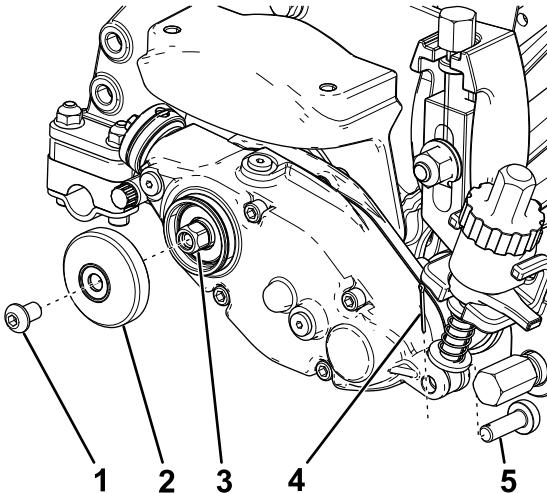

Figura 2
- Retire la chaveta y los pasadores de regulador de la varilla del conjunto del brazo del regulador (Figura 2).
- Retire el tornillo allen y la cubierta exterior de la caja de transmisión del groomer (Figura 2).
- Utilizando un bloque de madera o bien con la ayuda de otra persona que sujete el molinete, afloje la transmisión de cabeza hexagonal (Figura 2).